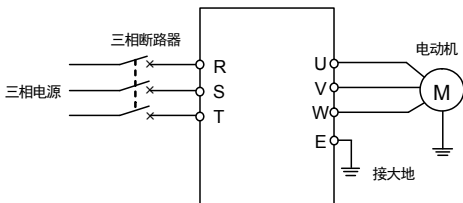

图 4-2 简单运行接线图
- ① 按图 4-2 接线；
- ② 确认接线无误后合上电源开关，接通电源，变频器先显示“P-oN”，稍后显示“0”；
- ③ 确认频率设定通道为数字设定方式 ([F0.00] = 0)；
- ④ 根据变频器拖动电动机的额定铭牌数据，需对参数[F2.00]、[F2.01]进行设置；
- ⑤ 按  键启动变频器，变频器输出 0 频率，显示“0.00”；
- ⑥ 按  键的 UP 功能，增大设定频率，变频器的输出频率增加，电机转速加快；
- ⑦ 观察电机的运行是否正常，若有异常立即停止运行，并断电，查清原因后再运行；
- ⑧ 按  键的 DOWN 功能减小设定频率；
- ⑨ 再按  键停止运行；并切断电源。